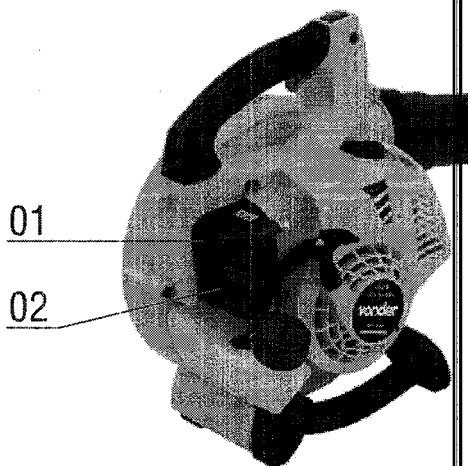

Fig. 9 – Elemento filtrante
1. Solte o parafuso do filtro, peça 2, Fig. 9;
2. Retire a tampa do filtro de ar, peça 1, Fig. 9;